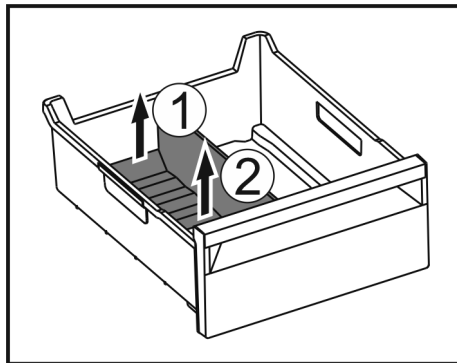

Fig. 144
- ▶ Повдигнете задната част на разделителя на отделението за лед. Fig. 144 (1)
- ▶ Извадете разделителя на отделението за лед нагоре. Fig. 144 (2)